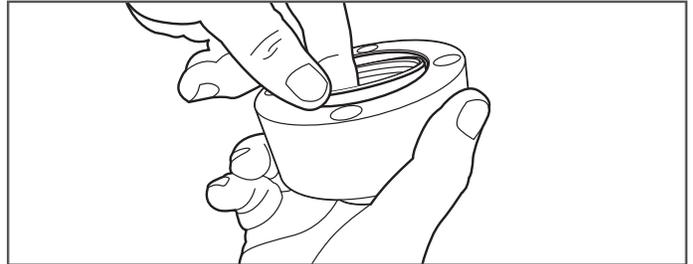

Figure 7-15
16. Veillez à ce que le rebord biseauté/conique du dispositif de blocage de la gaine soit dirigé vers l'extérieur (Figure 7-15).